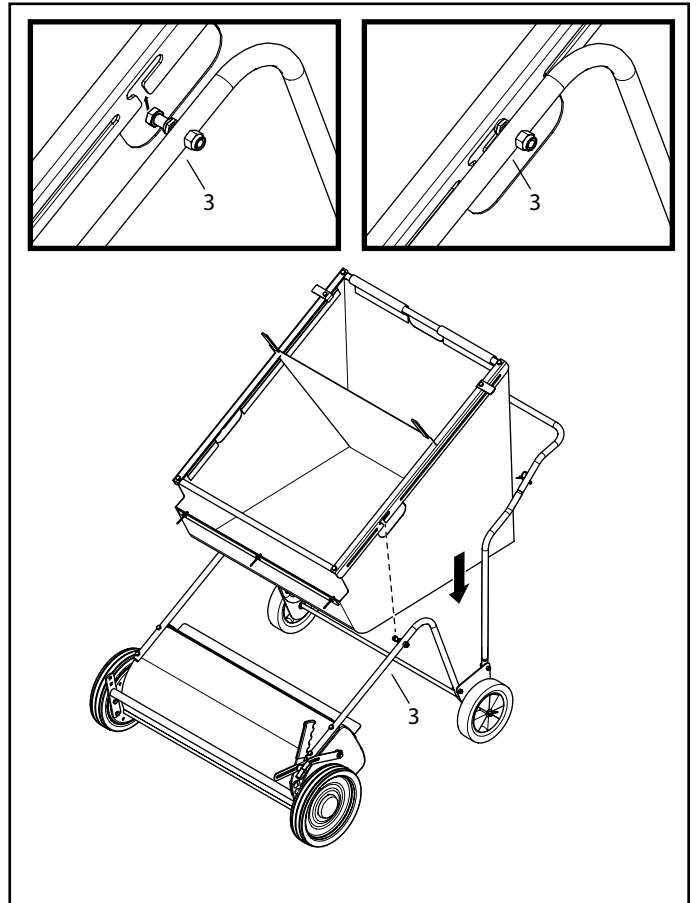

FIGURE 12
STEP 12: (SEE FIGURE 12)
- Place the hopper bag assembly over the sweeper assembly and lock the bag into place by sliding over the bolts on the lower kickstand tubes (3).
(VOIR LA FIGURE12) Placez l'ensemble du sac de la trémie sur l'ensemble de la balayeuse et verrouillez le sac en place en le faisant glisser sur les boulons des tubes inférieurs de la béquille (3).